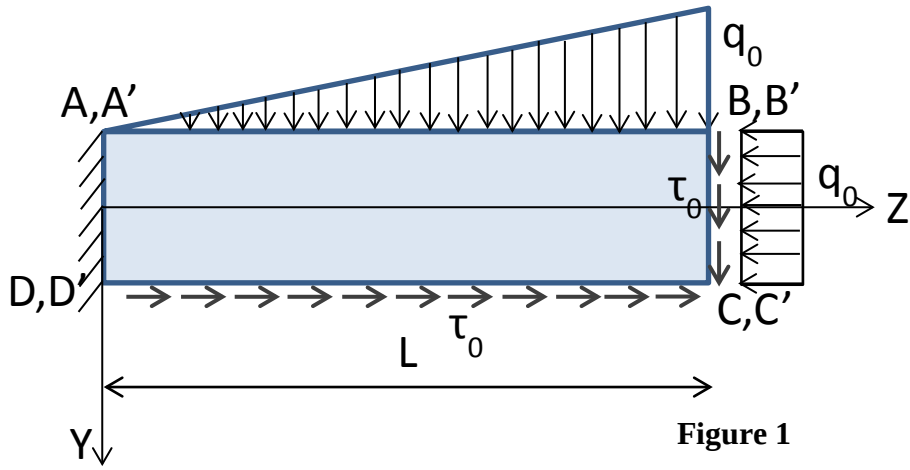

Figure 1
- (4 pts) 1/ Une poutre console de longueur « L » et de section transversale (2a x 2a) soumise à un cisaillement uniforme τ_0 sur les faces (B C C' B') et (C D D' C'). Une charge croissante linéairement de « 0 » à « q_0 » sur la face ABB'A' et une charge uniformément répartie d'intensité « q_0 » sur la face (B C C' B') (Voir figure 1).